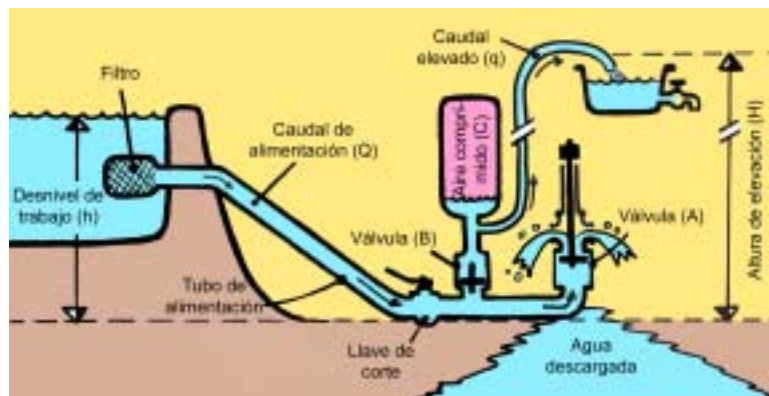

Figura 1
El agua se acelera a lo largo del tubo de alimentación hasta alcanzar una velocidad suficiente como para que se cierre la válvula (A), Figura 1. Entonces se crea una fuerte presión, al detenerse el agua bruscamente. Este golpe de presión abre la válvula (B) y hace pasar un pequeño chorro de agua al depósito (C), hasta que se equilibran las presiones. En ese momento, la gravedad abre la válvula (A) y se cierra la (B), repitiéndose de nuevo el ciclo. El agua, a cada golpe de aire hace fluir el agua, con continuidad, por la manguera de elevación. El ritmo de golpes por segundo suele ser de uno o dos.